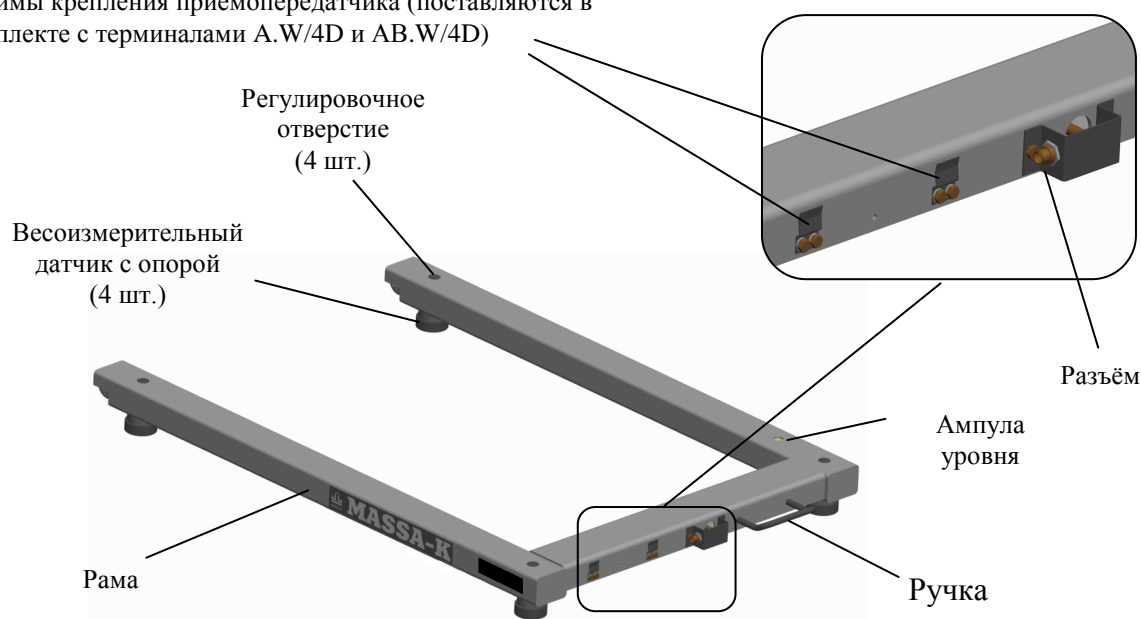

Рис. 4.1 - Модуль взвешивающий 4D-U_
4.1 Модуль состоит из рамы, на которой установлены четыре цифровых весоизмерительных датчика с опорами (Рис. 4.1).
5.2 Вынуть заглушки из регулировочных отверстий (см. Рис. 4.1). Вкрутить опоры в весоизмерительные датчики. Используя шлицевую отвертку, установить винт каждой из опор вровень с верхней гранью весоизмерительного датчика.